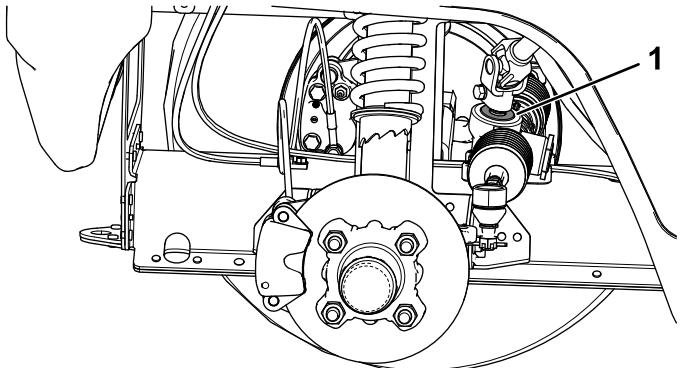

Figure 46
- **Important:** Vérifier l'état et la fixation du joint de l'arbre de pignon (Figure 46).